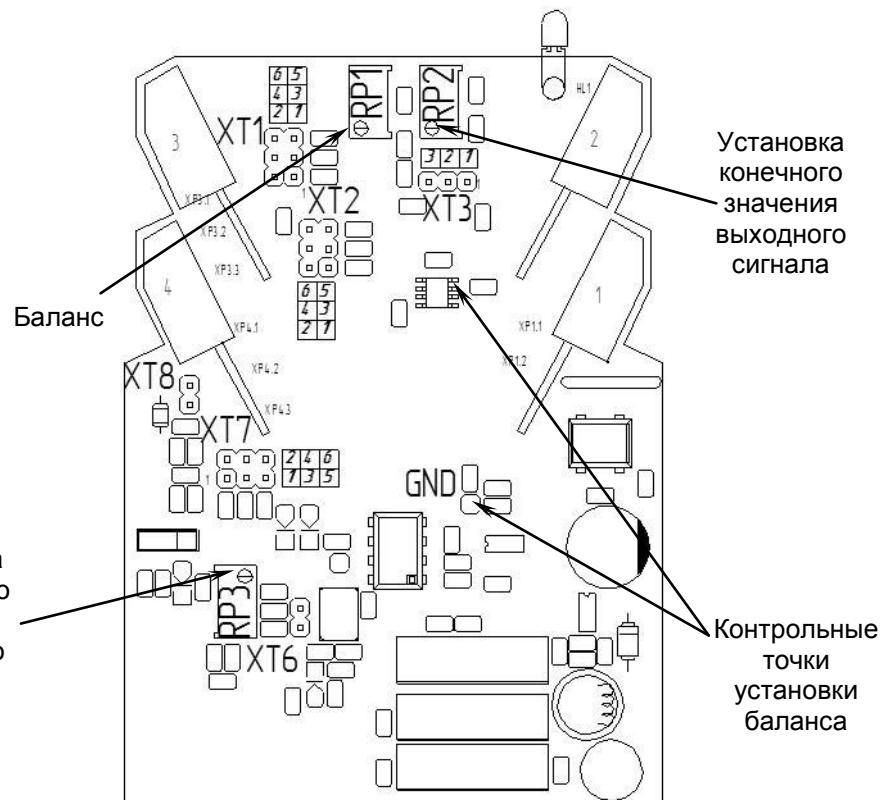

Рисунок 4.2 - Схема расположения органов регулирования и элементов настройки БСС-21
4.2.4 Для переналадки блока на другие входные/выходные сигналы используйте рисунок 4.2 и таблицы 4.1, 4.2, 4.3.
5.3.1 Выставить перемычки согласно выбранного диапазону (таблицы 4.1, 4.2, 4.3). Снять перемычку ХТ3, подключить образцовый источник тока на клеммы 7 и 12 (поларность не имеет значения) с которого подать конечное значение входного сигнала (если диапазоны входных сигналов разные, перемычки ХТ2 переставить аналогично ХТ1). Контролируя напряжение постоянного тока между шестым выводом ОР-07 и землей (рисунок 4.2 – установка баланса) потенциометром RP1 выставить значение баланса близкое к нулю ( $U = 0 \pm 2 \text{ мВ}$ ).